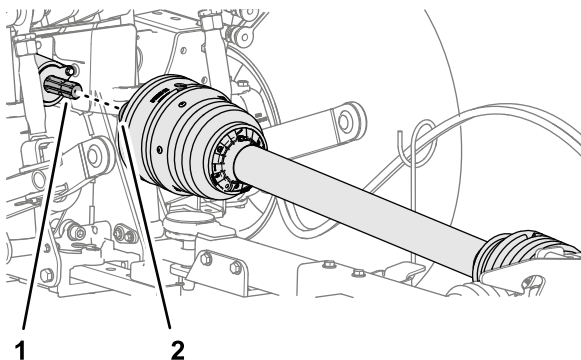

Рисунок 26
2. Совместите быстроразъемный соединитель карданного вала с хвостовиком вала отбора мощности (Рисунок 26).